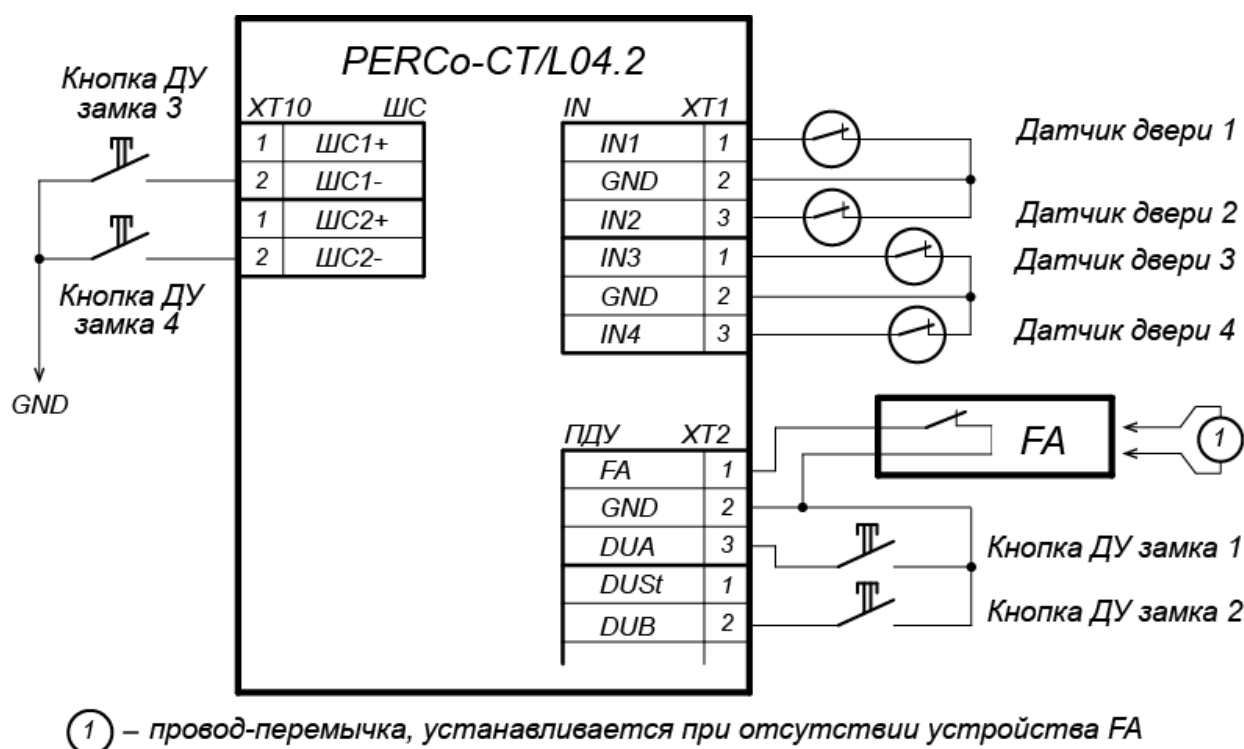

Рисунок 5. Схема подключений кнопок ДУ и датчиков двери
3. Кнопка ДУ «Выход» замка, при необходимости ее установки, подключается к клеммной колодке **XT2 (XT10)** нижней платы контроллера (см. рис. 5).
4. Датчик двери (геркон) подключается к клеммной колодке **XT1** нижней платы контроллера (см. рис. 5). Датчик двери с замком, управляемым выходом **OUT1**, подключается к входу **IN1**, выходом **OUT2** – к входу **IN2** и т. д. Датчик двери должен быть смонтирован таким образом, чтобы при закрытой двери обеспечивалось устойчивое его срабатывание.
- Устройство аварийной разблокировки (аварийного открытия прохода) *Fire Alarm* подключается к клеммной колодке **XT2** нижней платы контроллера (при этом необходимо удалить заводскую переключку проводом), см. рис. 5 и разд. 8.2.6.